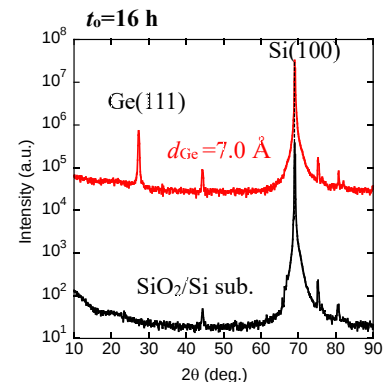
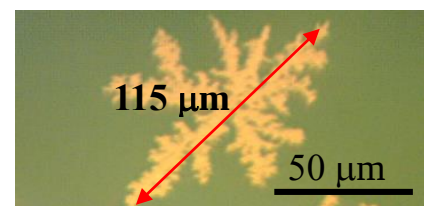
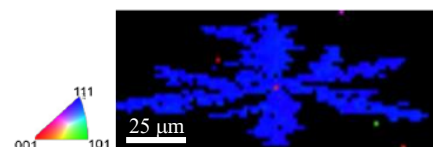

Fig. 2 XRD spectra of $d_{\text{Ge}} = 7.0 \text{ \AA}$ when sample of fixation $t_0 = 16 \text{ h}$.
Fig. 3 Optical micrograph of the c-Ge when sample of $d_{\text{Ge}} = 7.0 \text{ \AA}$ ($t_0 = 16 \text{ h}$).
Fig. 4 EBSD image of the c-Ge in the normal direction (ND) in $d_{\text{Ge}} = 7.0 \text{ \AA}$ ($t_0 = 16 \text{ h}$).
【結果と考察】Figure 2 は、 $t_0 = 16 \text{ h}$ 、 $d_{\text{Ge}} = 7.0 \text{ \AA}$ のときの XRD スペクトルである明瞭な Ge(111)ピークが観測されており、 SiO_2 上に c-Ge が形成されていることが分かる。Figure 3 は $d_{\text{Ge}} = 7.0 \text{ \AA}$ における Ge 結晶粒の光学顕微鏡写真である。長さ $115 \text{ }\mu\text{m}$ 以上もある比較的大きな c-Ge を得ることに成功した。Figure 4 に $d_{\text{Ge}} = 7.0 \text{ \AA}$ である Ge 結晶の面直方向の EBSD 像を示す。結晶全体が (111)配向した c-Ge になっていたことを示唆する青色になっていることが分かった。